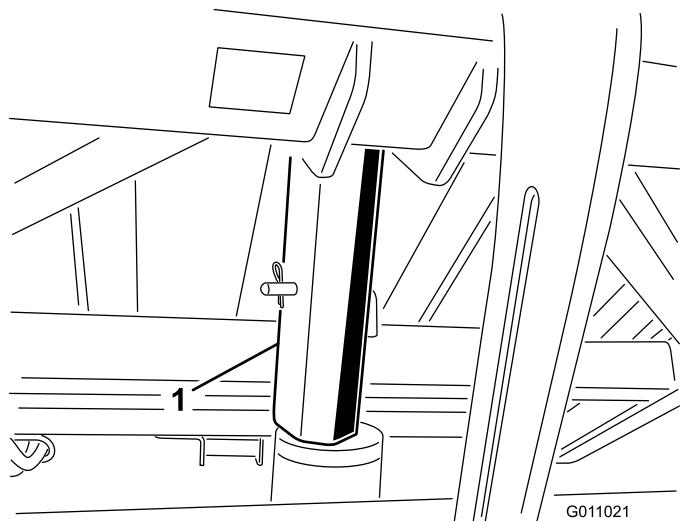

図 24
3. 安全サポートの一端がシリンダの胴に載り、もう一端がロッドの先端に当たるようにして安全サポートをロッドに嵌める(図 24)。ヘアピン・コッターとピンを使って、安全サポートをシリンダに固定する。